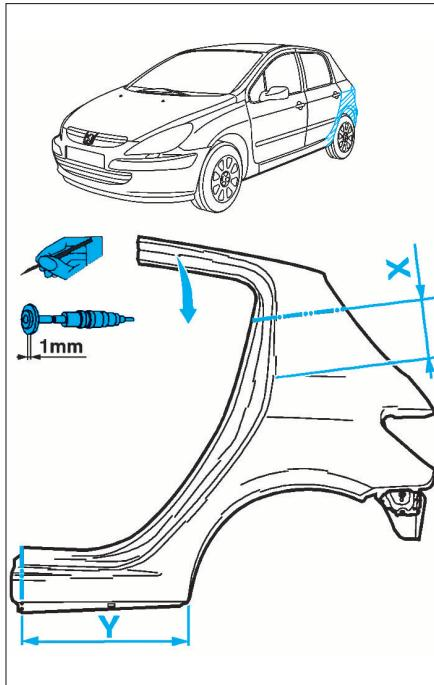

FIG. 97
- Tracer, découper et percer l'aile arrière selon (Fig.97 à 100).